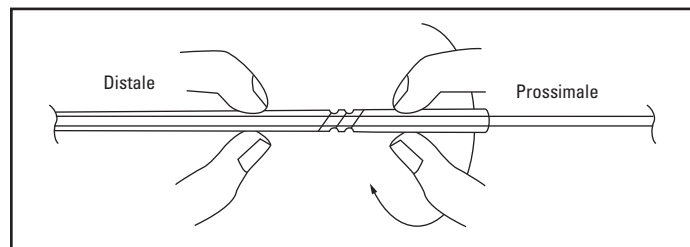

Figura 7. Bloccare tramite rotazione in senso orario
4. Una volta liberata la spirale IDC, far avanzare con cautela entro 2 mm dalla punta della guaina introduttore, quindi innestare di nuovo il meccanismo twist-lock (Figura 7).
- Bloccare la spirale IDC in posizione pizzicando delicatamente la guaina su entrambi i lati del meccanismo twist-lock e ruotando il lato prossimale in senso orario (Figura 7).